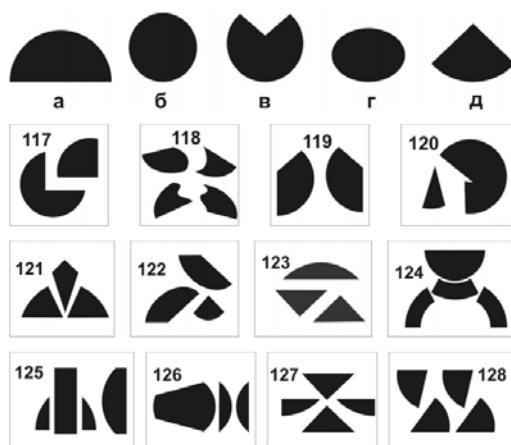
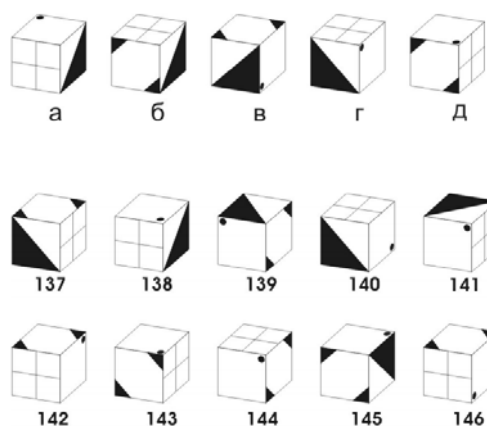

Рисунок 1. 2D- об'єкти тесту
Рисунок 2. 3D- об'єкти тесту
**Основний матеріал дослідження.** У відомій літературі зустрічаються різноманітні тести на просторову уяву серед яких Тест Амтхауэра [3], що використовує як 2D (рис. 1) так і 3D (рис. 2) об'єкти сприйняття.